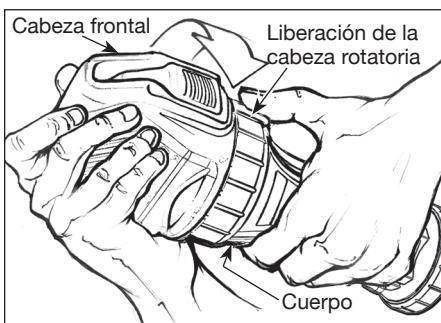

Figura 5 - Gire la cabeza frontal
2. Mientras sostiene la herramienta con una mano, use su pulgar para jalar el gatillo de cierre. Con la otra mano, gire la cabeza frontal. Use las flechas de alineación e la herramienta para centralizarla con el perno de cierre. Vea la Figura 5.